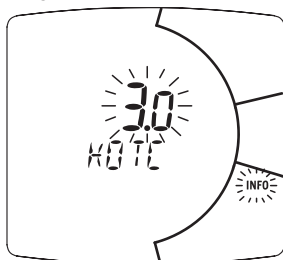

Figura 5.39
- Premere per più di 10 secondi il pulsante  per entrare in modalità " Parametri Impianto" (Figura 5.39).
L'andamento della temperatura al variare dell'impostazione fatta con i tasti 15 e 16 per un  $K 1,5$  è illustrato nella Figura 5.39.